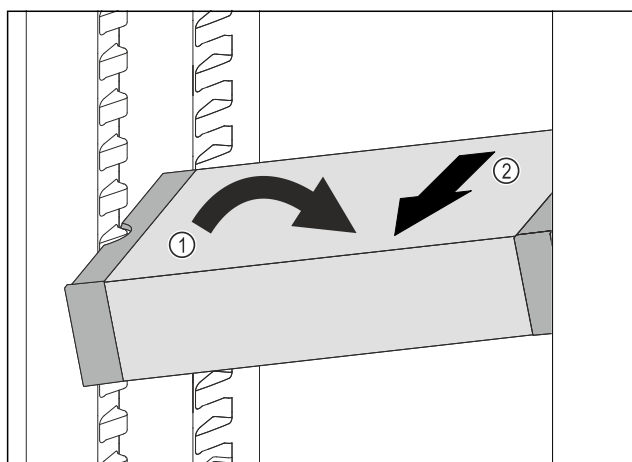

Fig. 208
- Vendosni VarioSafe pjerrtas në pjesën e ftohjes. Fig. 208 (1)
- Hiqni VarioSafe për nga përpara. Fig. 208 (2)